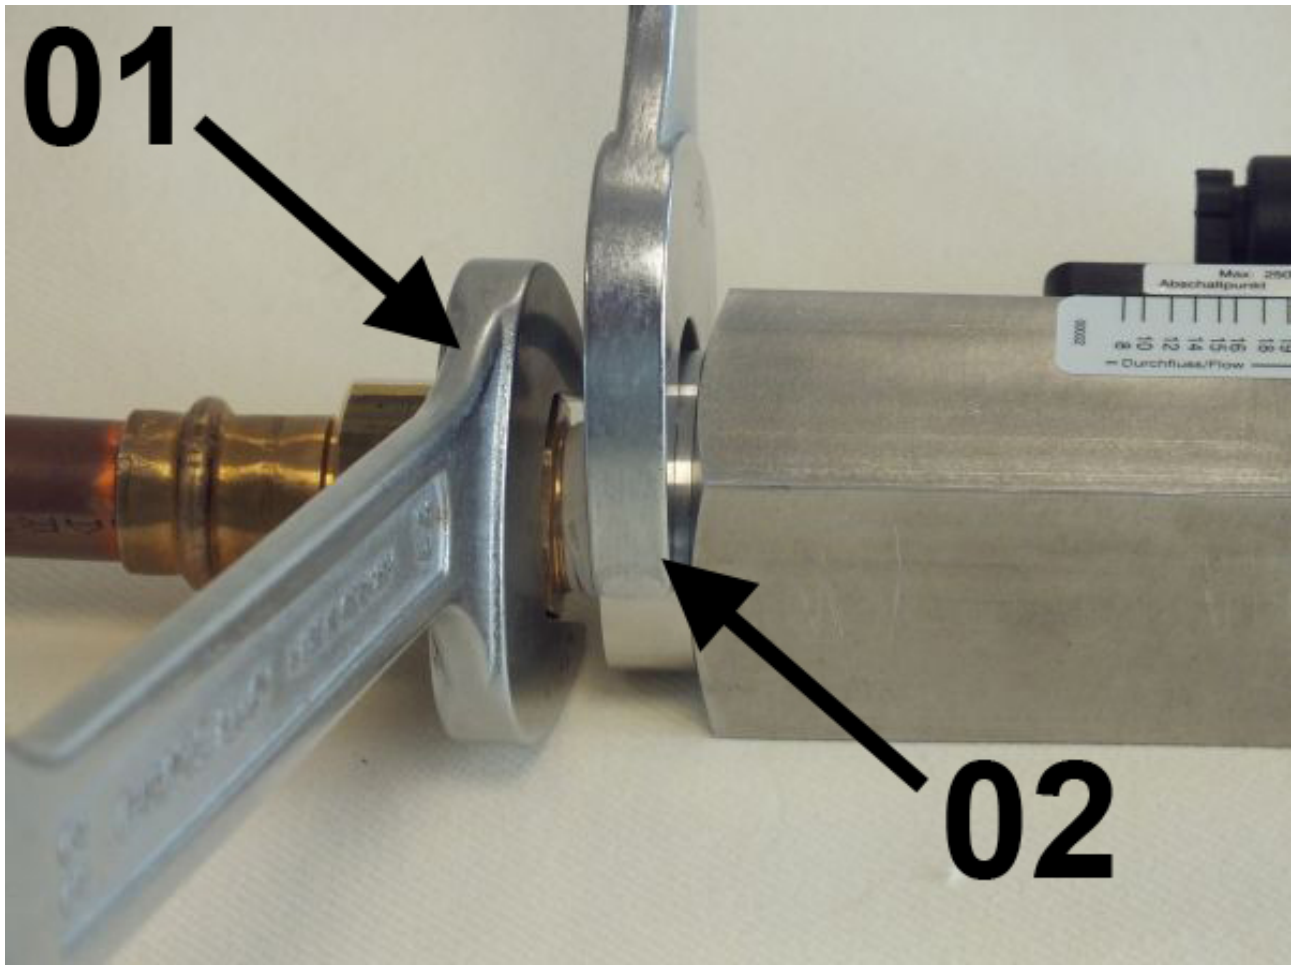

Abb. 12: Gerät einschrauben
3. ➤ Übergangsverschraubung (Abb. 12/01) unter Gegenhalten der Verschraubung (Abb. 12/02) des Gerätes weiter eindrehen, bis die Verbindung dicht ist